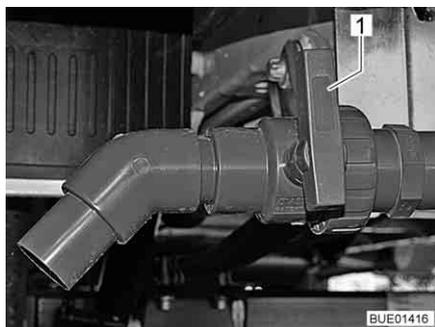

Fig. 206 Llave de desagüe (en el exterior)
- Girar el tirador (Fig. 206,1) de la llave de desagüe a la posición en dirección de la circulación. Las aguas residuales se purgan a través de un grifo esférico.